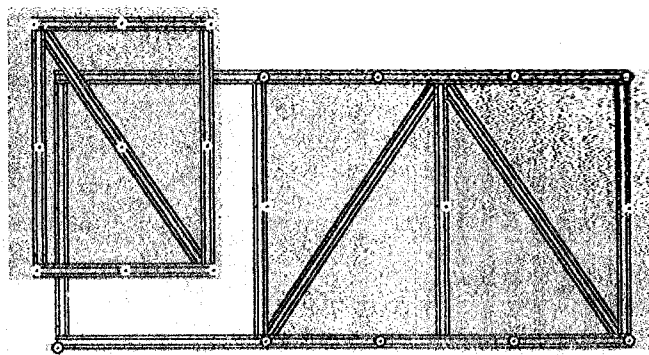

Рис. 11 Крепление покрытия к двери и форточке
- 3.8.5. Положите вырезанный прямоугольник покрытия двери с форточкой на каркас двери с форточкой между боковыми покрытиями торцов. Маркером отметьте места крепления покрытия к двери и форточке и отметьте линии выреза форточкой. Просверлите отверстия в отмеченных местах и вырежьте форточку как показано на рис. 11.